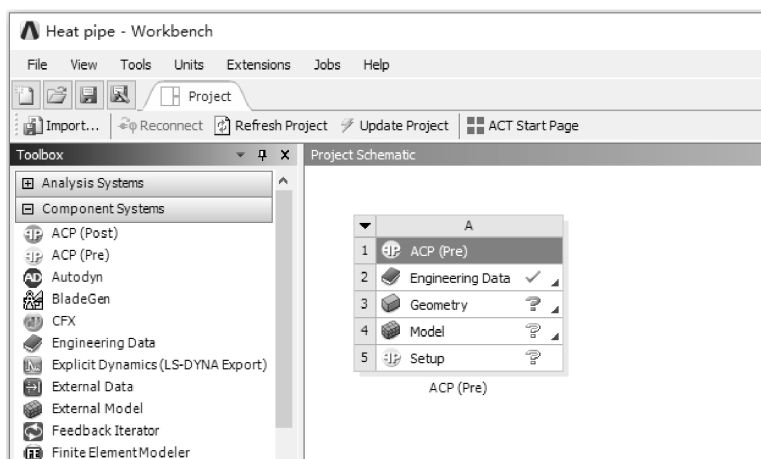

图 7-23 创建储热管复合材料分析
(1) 在工具箱【Toolbox】的【Component Systems】中双击或拖动复合材料前处理【ACP (Pre)】到项目分析流程图，如图 7-23 所示。